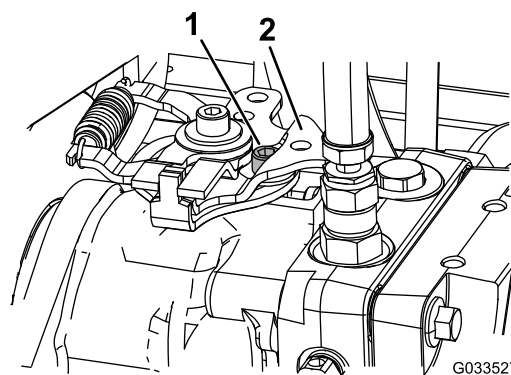

Figura 41
3. Na bomba hidráulica de tração (interior), retire a ligação de controlo do braço de controlo (Figura 41).